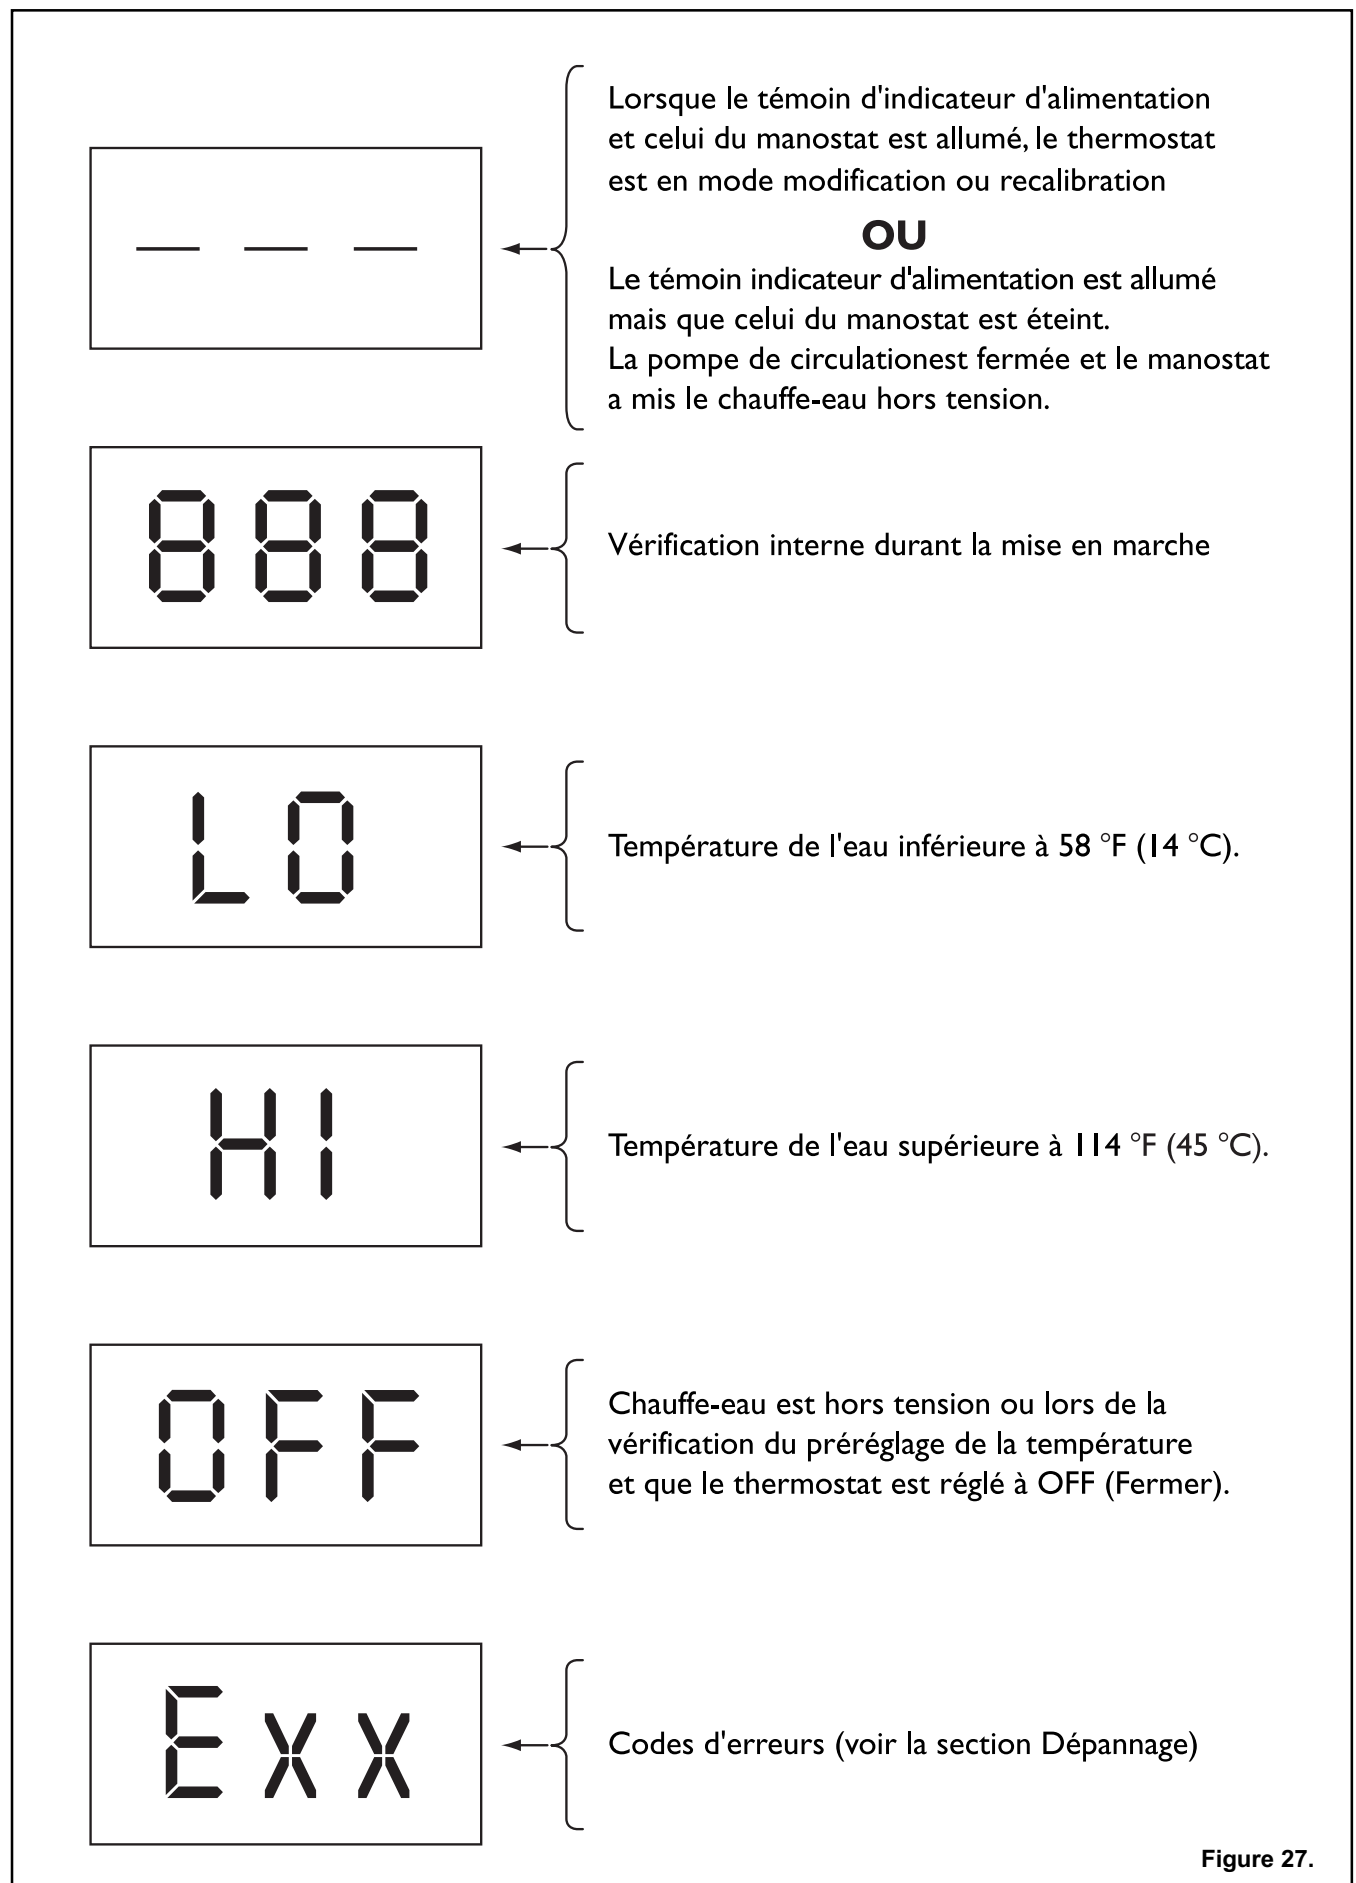

Figure 27.
Le chauffe-eau MiniMax NT est livré avec les réglages d'usine pour piscine à 78 °F (25 °C), pour spa à 100 °F (37 °C) et en mode arrêt (OFF). Lorsque l'appareil est mis sous tension, le thermostat procède à une vérification interne de ses circuits. Durant cette vérification, l'écran affiche « 888 » en premier, ensuite « --- ». Ce processus dure environ dix (10) secondes. Les témoins DEL « Power » et « Off » s'allument, voir la figure 27.
L'écran d'affichage du thermostat à affichage numérique possède trois témoins DEL avec un point décimal entre le premier caractère et le second. Cet écran indique également les codes d'erreur dans le cas de défaillance du système de contrôle du chauffe-eau ou d'une défaillance du thermostat. L'écran affiche la température actuelle ou une valeur de réglage ou OFF, tel que sélectionné par l'utilisateur. Lorsque le thermostat détecte une erreur, l'écran affiche « Exx », voir la **figure 27**, où « Exx » est le code d'erreur d'une défaillance du thermostat, voir la Tableau 13. Les codes de 1 à 9 indiquent une erreur qui entraîne le verrouillage temporaire du système, ce qui signifie qu'une fois que les erreurs sont corrigées, le chauffe-eau redémarre et reprend son fonctionnement normal. Le code « ERR » indique une erreur qui entraîne le verrouillage intégral du système, ce qui signifie qu'une fois que les erreurs sont corrigées, vous devez réinitialiser le chauffe-eau à l'aide de l'interrupteur qui se trouve à l'intérieur du caisson du chauffe-eau, à droite, sur le bas de la boîte de jonction électrique afin qu'il redémarre et reprenne son fonctionnement normal.